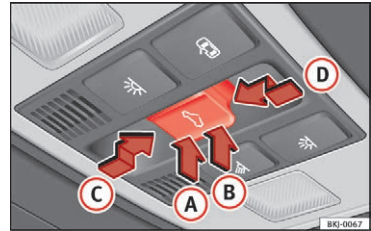

Fig. 123 I loftet: betjeningselement til panoramaskydetag
Kontakten  »» » Fig. 123 har to trin. I det første trin kan du vippe taget op eller helt eller delvist åbne eller lukke det.
- Du skal trykke knappen  »» **Fig. 123** til andet trin i pilens retning »» **Fig. 123 (D)**, indtil taget er helt lukket, inden der er gået ca. 5 sek. fra aktiveringen af kraftbegrænsningen.